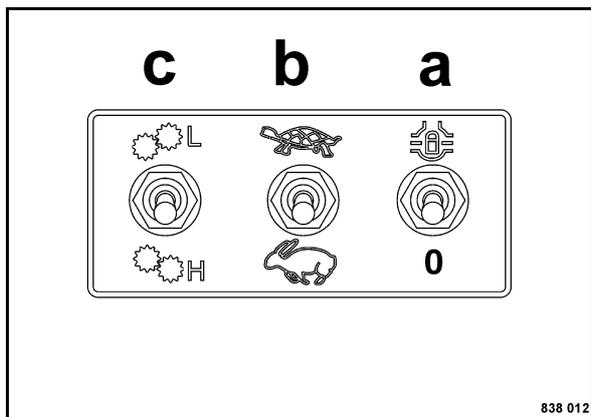

Fig. 73
- Selezionare la marcia L cambio meccanico (Fig. 73).